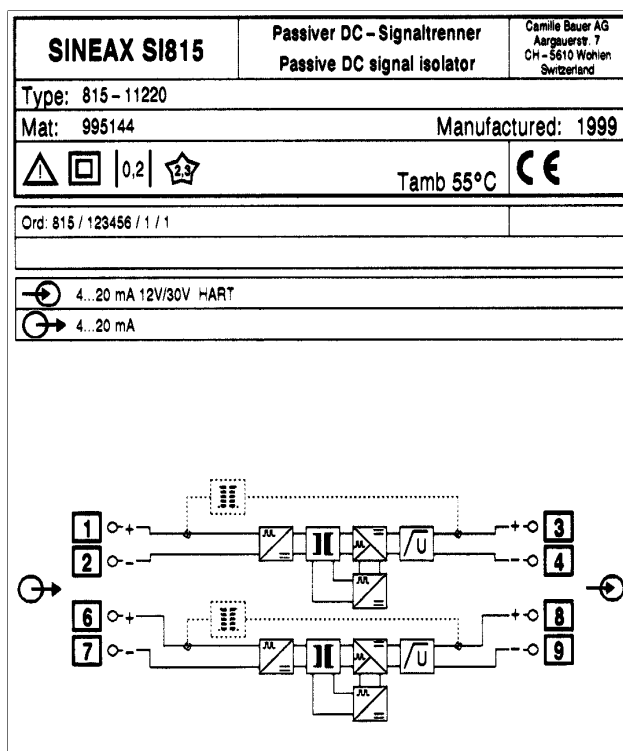

Bild 8. Beispiel eines Typenschildes.
- ... dass die Daten, die zur Lösung der Trenn- und Übertragungsaufgabe erforderlich sind, mit denen auf dem Typenschild des SINEAX SI 815-1 übereinstimmen (→ Eingangssignale und → Ausgangssignale, siehe Bild 8)!